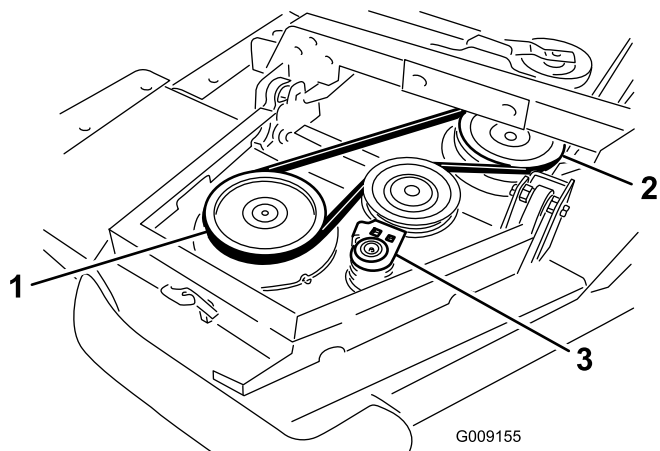

図 5
- A. まず、ウイングレットのスピンドルプーリから前デッキのスピンドルプーリにベルトを掛ける 図 5。
- B. ラチェットレンチのようなものを使って、アイドラプーリをプーリから引き離す 図 5。